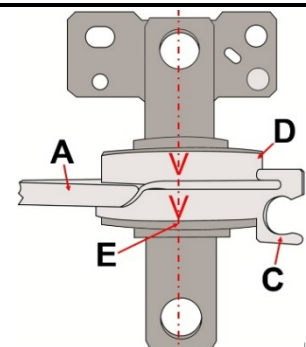

Fig. 4
3. Retirez le câble de frein à main du support du bras oscillant (C) (Fig. 4) de sorte que le bras oscillant ne soit pas suspendu au câble de frein à main et soit libre vers le bas.